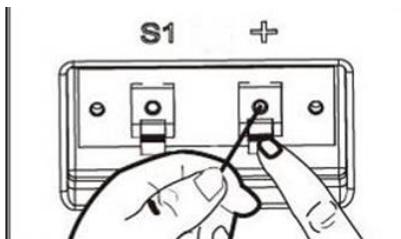
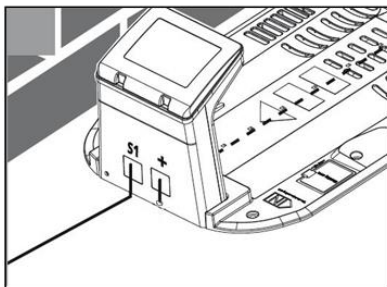

Fig.19B
Fig.19C
2. Cablul care duce către partea din față a stației de încărcare trebuie să fie montat pe sub acesta, folosind suporturile de cablu de pe partea inferioară a stației. Conectați-l la conectorul marcat „+” iar cablul de delimitare, conectați-l din spate la conectorul marcat „S1” (Fig.19B/Fig.19C).